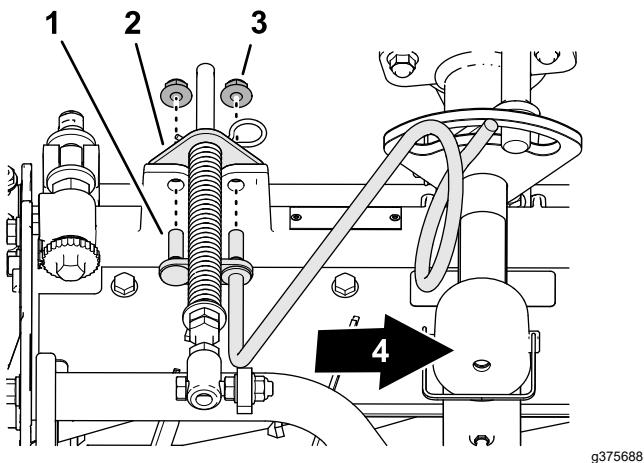

Bild 14
3. Richten Sie die Bolzen der rechten Schlauchführung mit den Löchern im Rahmen des Mähwerks und der Halterung der Rasenkompensierung aus (Bild 14).